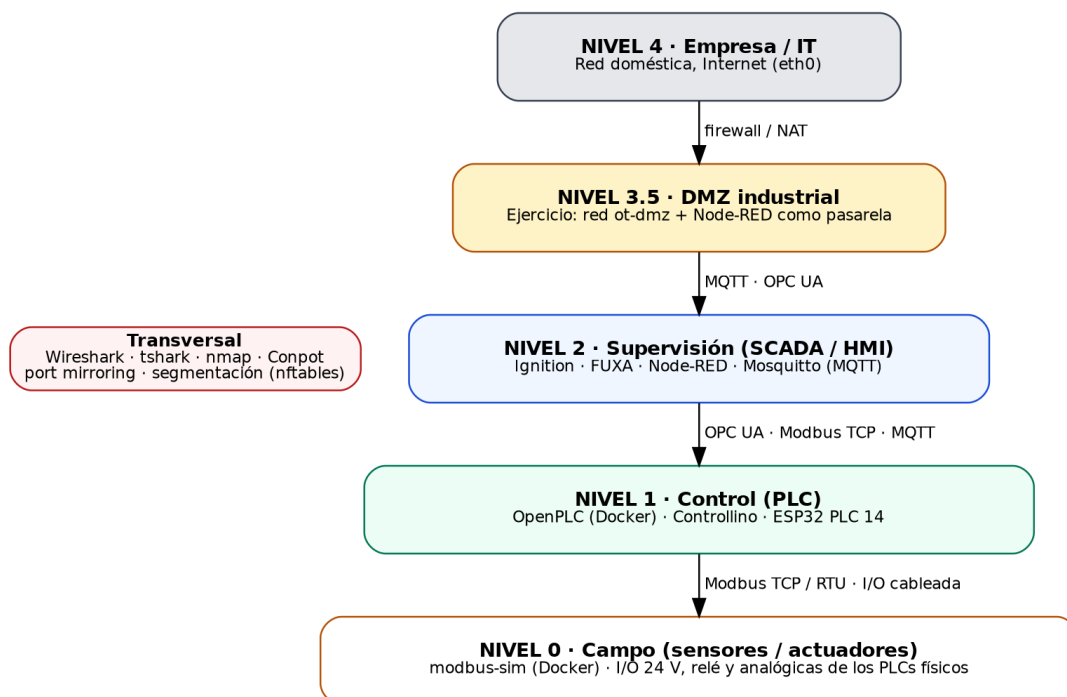

Figura 2.1: Niveles de la pirámide de automatización y herramienta del laboratorio que ocupa cada uno.
El modelo de referencia más usado para describir una planta es la *pirámide de automatización* (ISA-95 / modelo de Purdue), que organiza los sistemas en niveles según su función y su horizonte temporal (figura 2.1). El **nivel 0** son sensores y actuadores; el **nivel 1**, los controladores (PLC, RTU) que ejecutan lazos en milisegundos; el **nivel 2**, la supervisión (SCADA/HMI, historiadores) que sondea a los controladores en el orden de segundos; el **nivel 3**, la gestión de operaciones (MES); y el **nivel 4**, los sistemas corporativos (ERP). Entre los niveles 3 y 4 la práctica moderna inserta una *DMZ industrial* (nivel 3.5) que rompe la conectividad directa entre la red de planta (OT) y la red de empresa (IT).